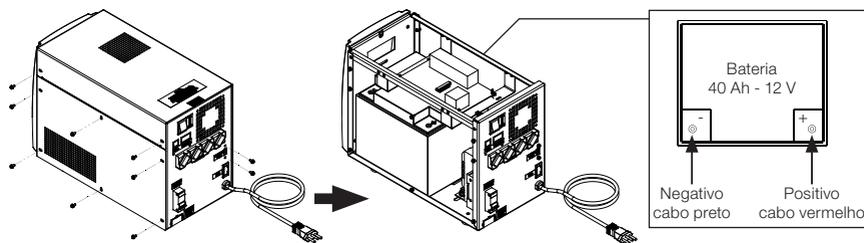

Figura 3.2: Instalação da bateria interna
3. Retirar a tampa do Office e acessar os cabos preto e vermelho da bateria. Remover o invólucro de proteção dos terminais e conectá-los à bateria, conforme Figura 3.2 na página 3-3 (fixe bem as conexões).